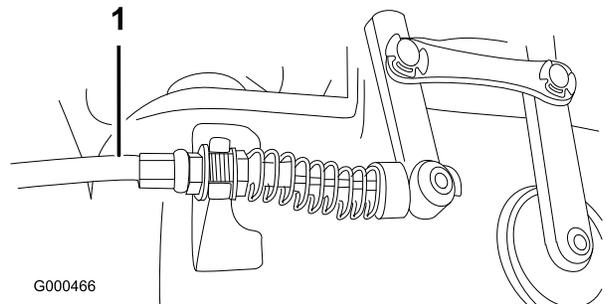

图49
2. 要增加拉线的张力，请拧松前拉线锁紧螺母，并拧紧后拉线锁紧螺母(图49)（位于齿轮箱顶部），直至滚刀线张力施加至 在控制旋钮处测量的额外 3~4.5kg 的力。